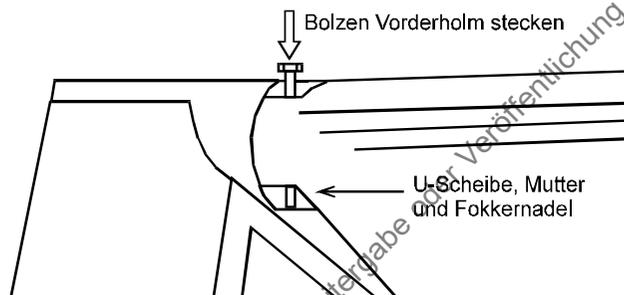

Bild 8: Stecken des Bolzens Vorderholm
Bild 8 zeigt in Drauf- und Seitenansicht, wie die beiden Flügelhälften am Rumpf beigeclappt sind. Drehpunkt der Flügelhälften ist der Bolzen des Endholmes und die Befestigungsschraube der Flügelstrebe am Rumpf. Über diese beiden Verbindungen wird das Gewicht des Flügels in die Zelle eingeleitet.
4. Ist der Flügel nach vorne bis zum Anschlag geklappt, geht man vor den Flügel. Mit einer Hand hält man ihn in Position, mit der anderen wird der Bolzen (Bild 8) gesteckt und bis zum Anschlag eingedrückt.